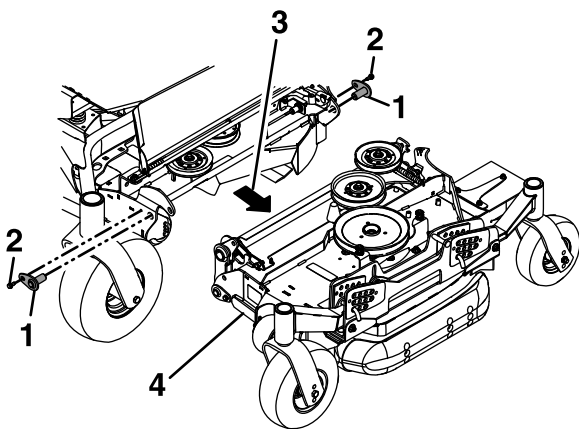

Figure 85
12. Retirez et conservez les boulons qui fixent les axes de pivot supérieurs au tablier, et retirez les axes de pivot (**Figure 85**).
13. Tirez le tablier latéral vers l'extérieur pour le séparer du tablier central (**Figure 85**).
Alignez et insérez les axes de pivot supérieurs à l'avant et l'arrière du tablier, et fixez-les en place avec les boulons retirés précédemment (voir Figure 85).